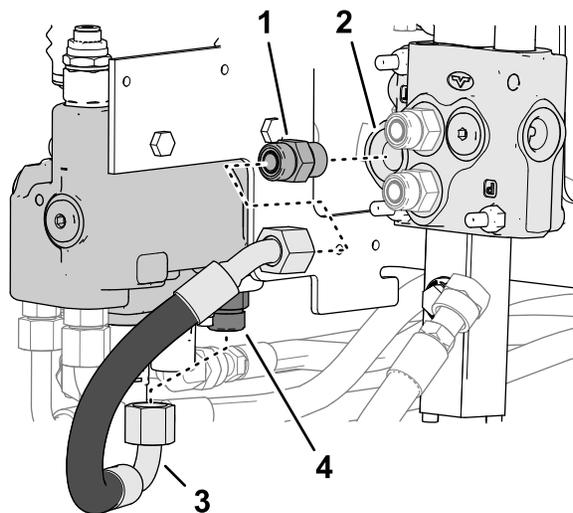

Figura 10
1. Rimuovete il flessibile rimanente dal raccordo del foro T nella valvola ausiliaria e dal raccordo del foro T nella valvola del braccio caricatore (Figura 10).